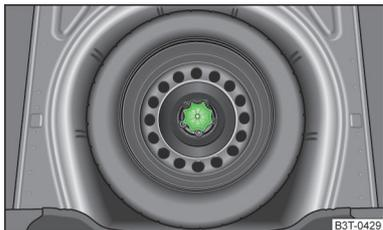

Fig. 123
La ruota/il ruotino di scorta sono disposti in una conca sotto il rivestimento del pianale del bagagliaio e sono fissati per mezzo di un dado speciale » fig. 123.
- Svitare il dado » fig. 123 in senso antiorario.
- Avvitare il dado » fig. 123 in senso orario, finché la ruota non è fissata saldamente.